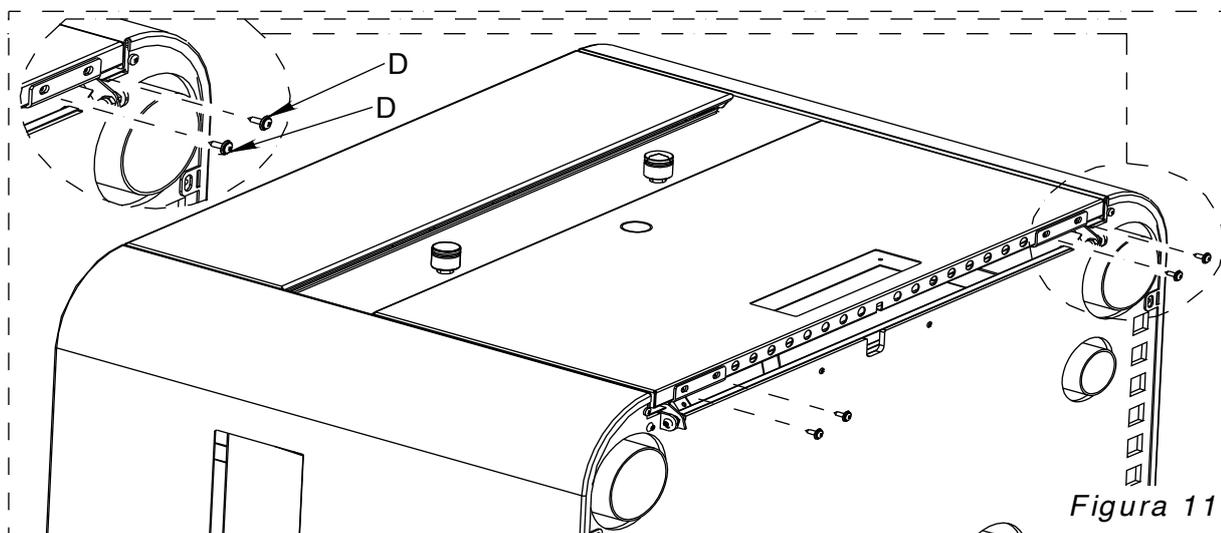
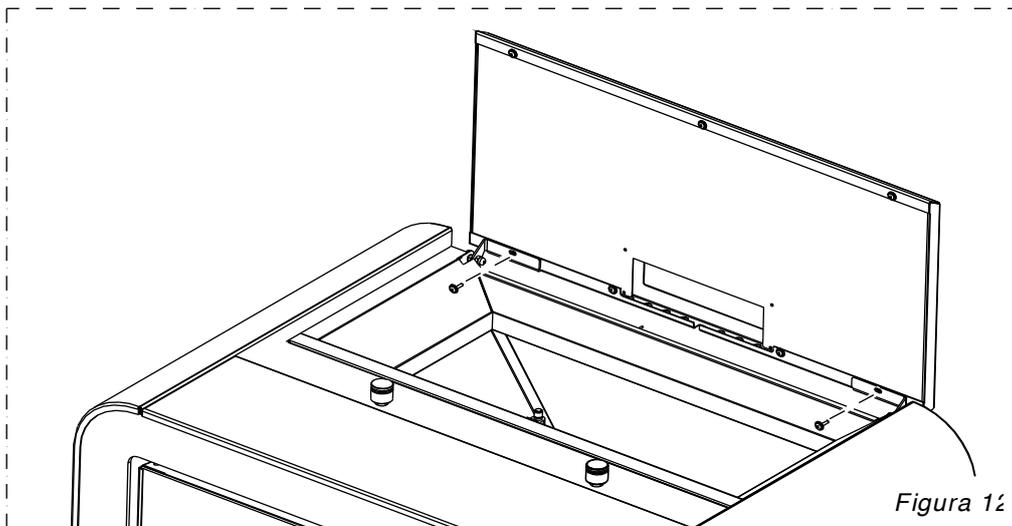

Figura 11
Figura 12
- In seguito assemblare il coperchio appena preassemblato alle cerniere R soli dali all' apparecchio attraverso le viti D (vite tbftr 3.9x13) (Figura 11 e Figura 12).